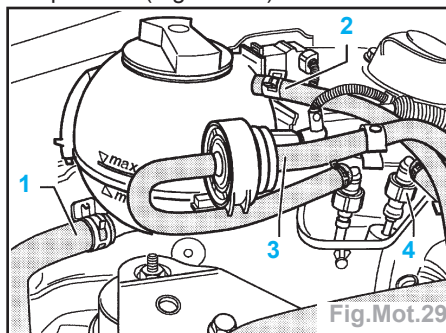

Fig.Mot.29
- Débrancher la conduite d'arrivée du carburant (4) en appuyant sur les touches de déverrouillage au niveau du point de séparation (Fig.Mot.29).